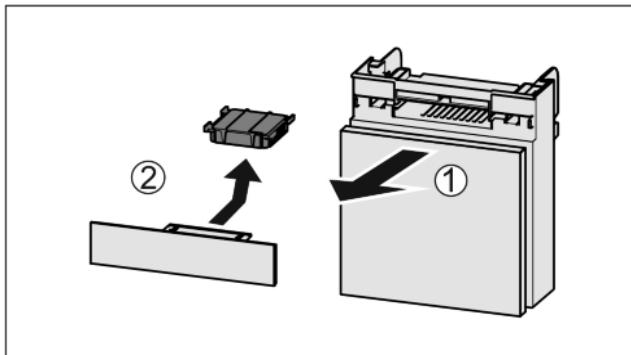

Fig. 55
- Vytiahnite zásuvku smerom dopredu Fig. 55 (1).
- Vyberte aktívny uhlíkový filter Fig. 55 (2).